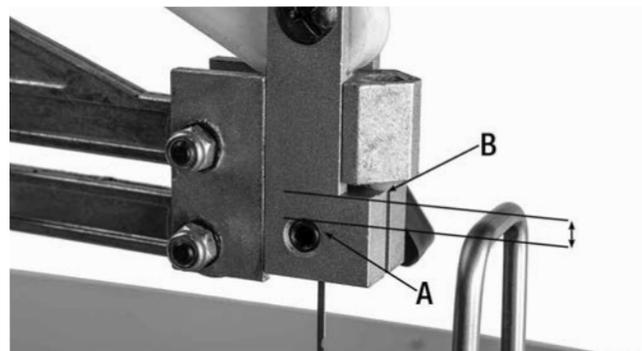

FIGURE 15
- 4) Pour installer une nouvelle lame, assurez-vous que les dents sont tournées vers l'avant et vers le bas. Faites glisser la partie supérieure de la lame dans le porte-lame supérieur, en veillant à ce que le haut de la lame est supérieure à la vis sans tête (A) Fig.15, mais inférieure au sommet de l'épaule du porte-lame (B).
NOTE: La lame pourrait être endommagée si la vis sans tête (A) Fig.15 est enfilé au-delà de la fente de lame. Assurez-vous que la vis sans tête est légèrement en saillie dans la fente de lame lors du serrage de la lame à l'aide du bouton de verrouillage (C).